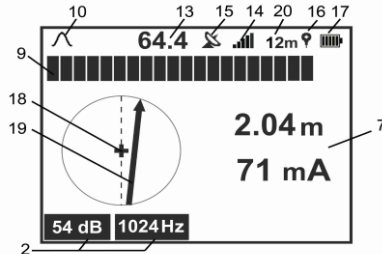

Fig. 19 Pantalla con la función de brújula
La línea examinada se muestra esquemáticamente en forma de líneas - indicador de ubicación del trazado (pos. 19 Fig. 19 y 21). Al mismo tiempo en modo "Trazado" en la pantalla se muestra la escala y la señal de entrada del "máximo", mientras que en modo "Trazado -SENSOR" la escala, el nivel y la polaridad relativa de la señal de entrada "SENSOR".